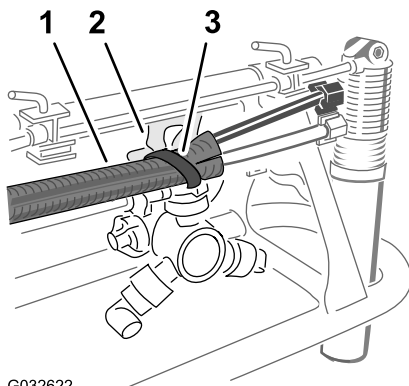

Bild 15
5. Befestigen Sie die Schläuche mit einem Kabelbinder im Loch in der Düsenstütze, wie in Bild 15 abgebildet.